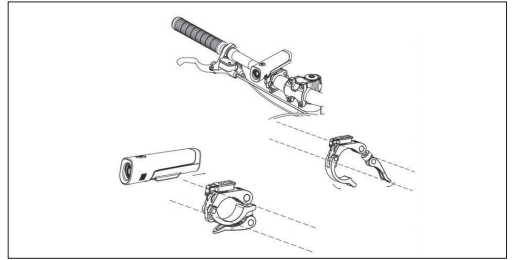

Figura 9-1
- Montați farul frontal pe ghidon, așa cum se arată în [Figura 9-1].